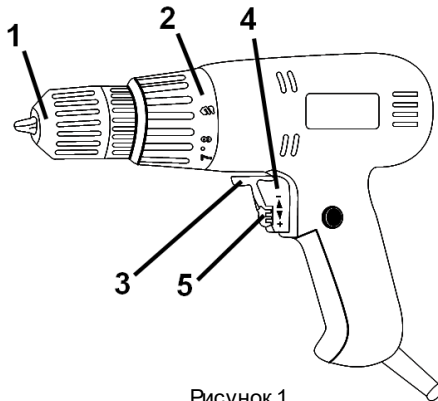

Рисунок 1
**4.1** Встановіть необхідний крутний момент за допомогою кільця регулятора моменту затягування (2) (див. рисунок 1).
**4.3** Для увімкнення в роботу натисніть на курок вимикача (4) (рисунок 1). Для відключення в роботу слід курок відпустити. Регулювання швидкості обертання патрона здійснюється ступенем натискання на клавішу вимикача.